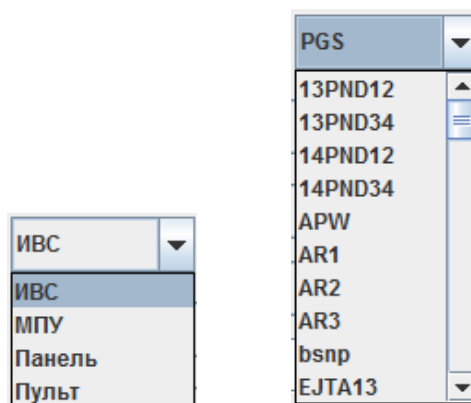

Рисунок 10 – Место контроля
- 1) **Место контроля.** Представляет собой 2 выпадающих списка (рисунок 10).